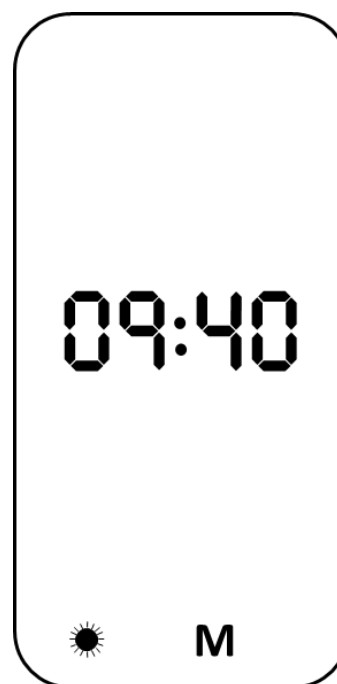

Fig. 3-5 Exemplu: afășarea după o autotestare reușită (**M**= datele TA în memorie, faza de măsurare  : diurnă)
- dacă datele sunt stocate pe monitorul TA (**M**) (Fig. 3-5).